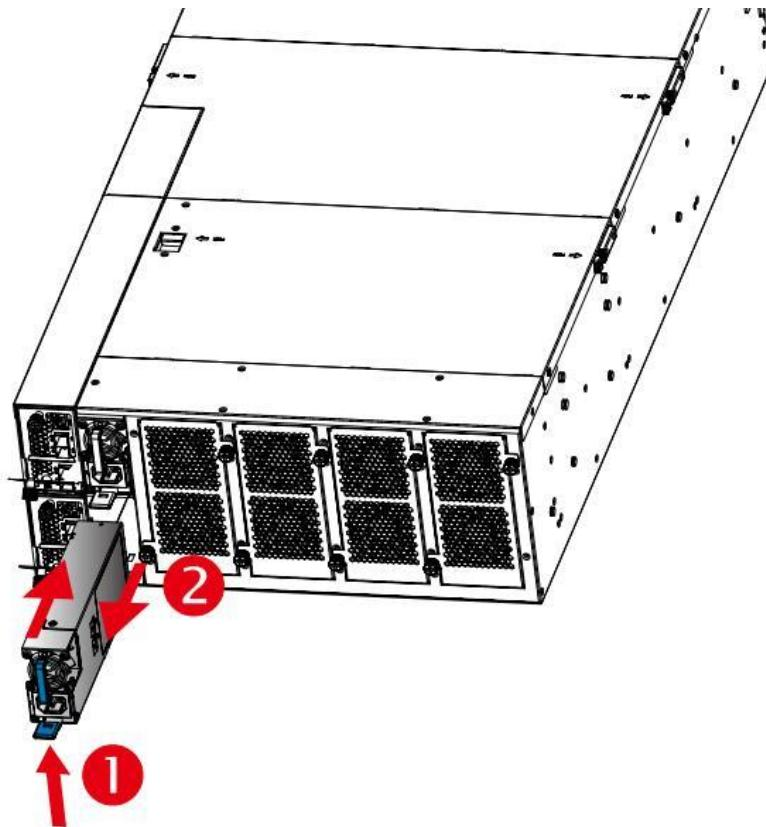

Рисунок 218 – Демонтаж модуля блока питания
3. Нажав и удерживая рычаг фиксатора, выдвинете блок питания из корпуса модуля хранения. (см. Рисунок 218).